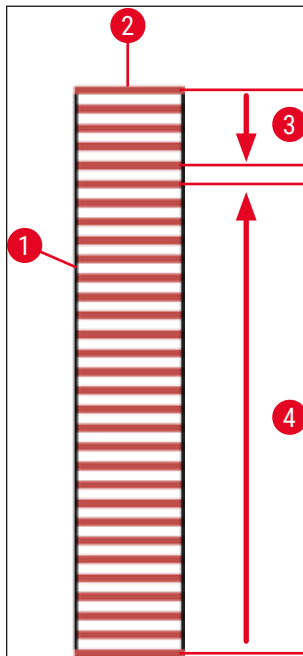

Рис. 74
Во избежание высыхания предметных стекол в процессе обработки в первую очередь всегда обрабатываются первые 5 предметных стекол. После этого штатив перемещается вверх, и обработка возобновляется с последнего предметного стекла в штативе (→ Рис. 74).
- На схематическом изображении (→ Рис. 74) штатива (→ Рис. 74-1) с вставленными предметными стеклами (→ Рис. 74-2) показана последовательность обработки.